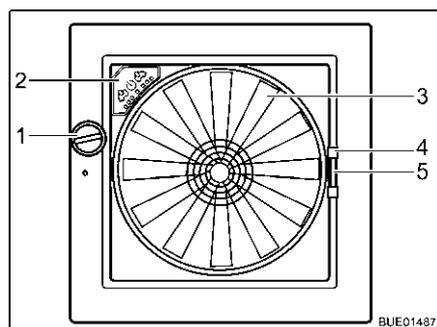

Fig. 94 Claraboya Omni-Vent
- Girar el botón giratorio (Fig. 94,1) hasta alcanzar el ángulo de apertura deseado.
- Girar el botón giratorio (Fig. 94,1) hasta que la claraboya esté completamente cerrada.
- Tirar del tirador (Fig. 94,4) de la protección contra insectos hacia el lado opuesto del marco.
- Comprimir el tirador (Fig. 94,5) del oscurecedor.
- Ventilador** Cuando la claraboya está abierta, el interior del vehículo se puede ventilar con el ventilador de 6 niveles (Fig. 94,3). El ventilador se maneja a través del cuadro de mando (Fig. 94,2).